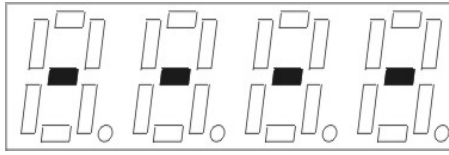

Рисунок 22
- Включить прибор. На экране появятся горизонтальные штрихи (рисунок 22).